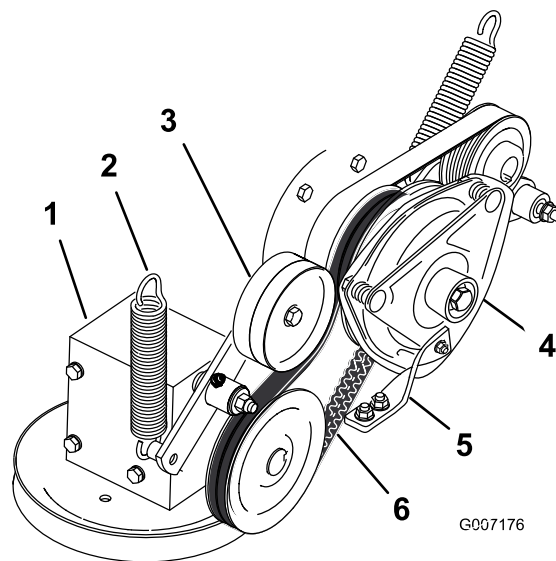

Figure 69
- 4. Décrochez le ressort du bras de la poulie de tension (Figure 69).
- 7. Montez la nouvelle courroie d'entraînement de PDF autour de la poulie d'embrayage et de la poulie du boîtier d'engrenages (Figure 69).
- 9. Raccrochez le ressort au bras de la poulie de tension (Figure 69).